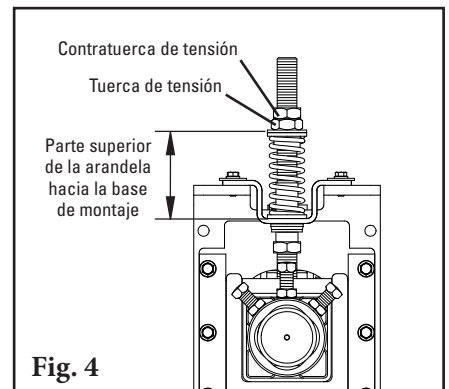

Fig. 4
4. **Establezca la manga de la barra de ajuste.** Después de establecer la tensión de la hoja, atornille la manga de la barra de ajuste en el buje UHMW hasta que se muestre 38 mm (1-1/2") (Fig. 4). Apriete la contratuerca de tensión de la manga de la barra de ajuste.
4. **Establezca la tensión de la hoja.** Afloje las contratuercas de tensión superior en ambos lados. Afloje las contratuercas de tensión inferiores en ambos lados. Gire las tuercas de tensión hasta que se haya alcanzado la compresión correcta del resorte (Fig. 4). Apriete la contratuerca de tensión superior para bloquearla en su lugar. Consulte la tabla a continuación para conocer la longitud correcta del resorte para su ancho de banda. Si usa presión de aire, restablezca la caja de control a la presión especificada en la tabla siguiente.